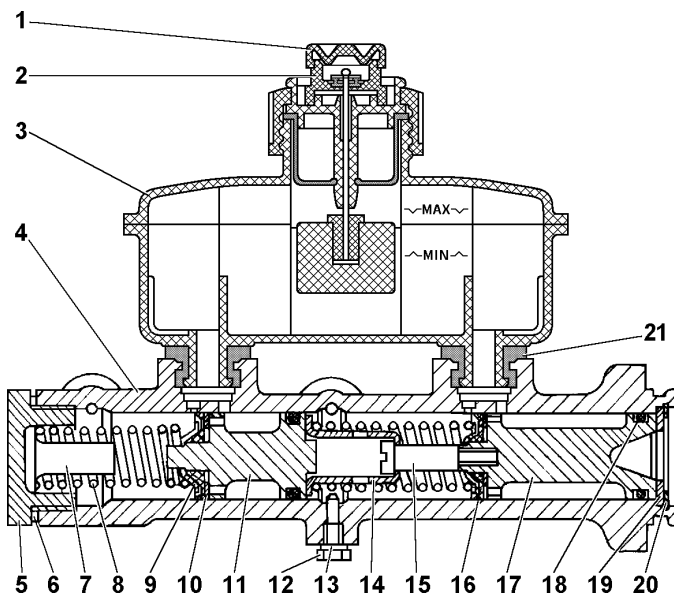

Рис. 7.12. Главный тормозной цилиндр:
**Двухкамерный главный цилиндр** (рис. 7.12) тормоза служит для одновременного создания давления в обоих контурах гидравлического привода тормозов при нажатии на педаль тормоза.
Уровень тормозной жидкости в бачке 3 (рис. 7.12) проверяется визуально по меткам, нанесенным на корпусе бачка, выполненного из полупрозрачной пластмассы. При снятой крышке 2 и новых накладках тормозных механизмов уровень жидкости должен быть на метке "MAX". Если гидропривод тормозов исправен, понижение уровня жидкости в бачке связано с износом накладок колодок тормозных механизмов. Понижение уровня жидкости до метки "MIN" косвенно свидетельствует об их предельном износе. В этом случае необходимо вести непосредственный контроль за состоянием накладок, а доливать жидкость в бачок нет необходимости, т.к. при установке новых колодок уровень жидкости в бачке поднимается до нормального.
Одновременно с проверкой уровня жидкости в бачке проверяйте исправность работы датчика аварийного уровня, для чего нажмите сверху на центральную часть защитного колпачка 1 (рис.7.12) (при включенном зажигании на щитке приборов должна загореться сигнальная лампа).